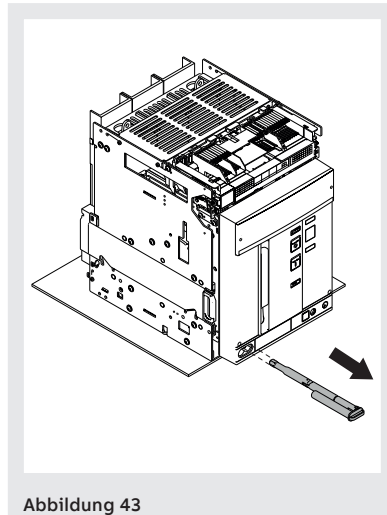

Abbildung 43
8. Die Trennkurbel aus ihrem Sitz herausziehen. Siehe Abbildung 43.